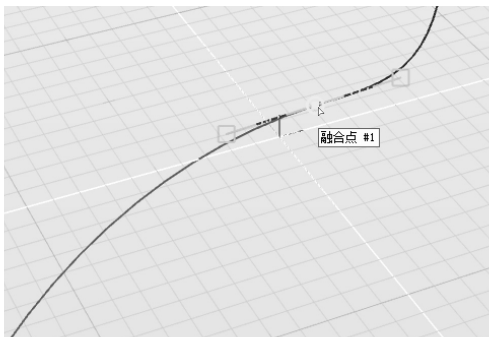

图 3-68 调整融合曲线与 NURBS 曲线的融合点位置
5) 保持融合曲线处于“编辑参数”模式下, 单击 NURBS 曲线上的融合点, 将其拖动至 NURBS 曲线的末端位置, 如图 3-68 所示。